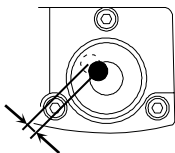

図 5.2
- 3) 円型気泡管の泡が中央から移動した場合は、整準ネジを操作して、気泡が移動した量の半分だけ中央へ戻します(図5.2)。